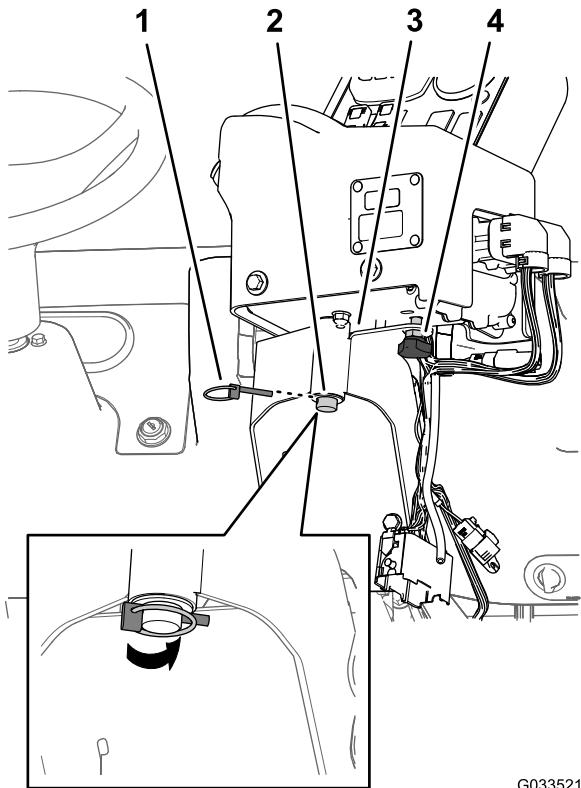

Figura 19
2. Montate il quadro di comando sulla staffa di montaggio di comando e fissatelo con il perno del fermaglio a molla (Figura 19).
| 3. Montate la manopola e serratela onde evitare che il quadro ruoti durante l'utilizzo (Figura 19). | |